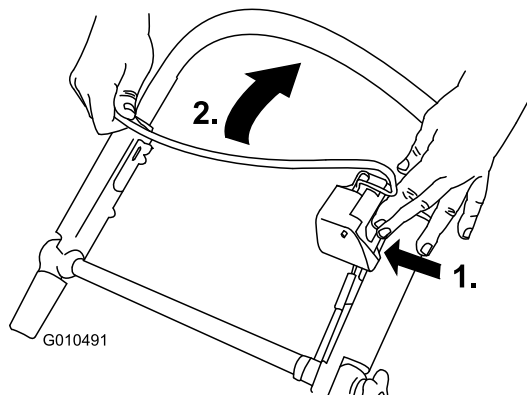

Figure 25
1. Appuyez sur le bouton de commande de la lame et serrez la barre de commande contre le guidon (Figure 25).